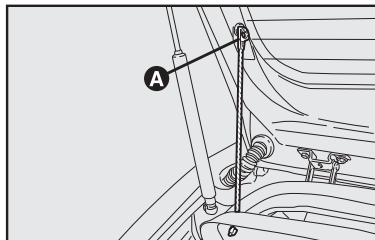

fig. 101
1) Soltar as extremidades superiores **A-fig. 101** dos dois tirantes, desprendendo as argolas dos pinos.